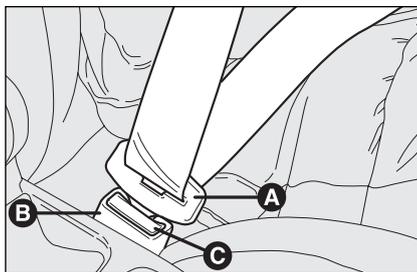

fig. 1
Pour boucler les ceintures, saisir l'agrafe d'ancrage **A**-fig. 1 et l'engager dans l'emplacement de la boule **B**, jusqu'à percevoir le déclic de blocage.
**Ne pas appuyer sur le bouton C-fig. 1 pendant la marche.**